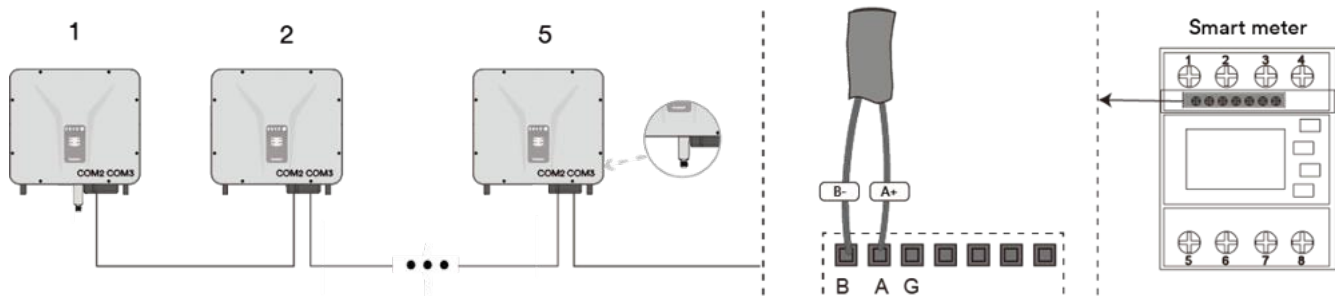
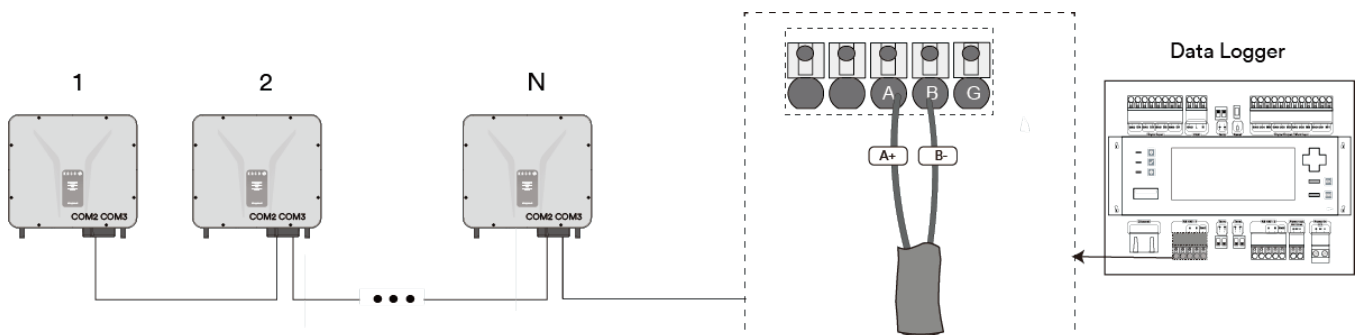

Abb. 42. RS485 Bussystem-Verbindung mit Kommunikationseinheit
Abb. 43. RS485 Bus-Systemverbindung mit Datenlogger
2. Isolieren Sie das andere Ende des Netzkabels ab. Befestigen Sie den Kupferdraht an der entsprechenden Klemme. [\times PH0 \llcorner 0,7 Nm] (siehe Abb. 42 & Abb. 43).
3. Stecken Sie das Netzwerkkabel in den entsprechenden Kommunikations-Port des Geräts (siehe COM4 oder COM5) (siehe Fig. 43), ziehen Sie die Gewindehülse fest und ziehen Sie dann die Überwurfmutter an.